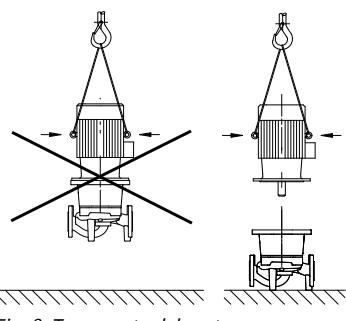

Fig. 8: Transporte del motor
- Las argollas de transporte del motor sirven solo para el transporte del motor, no para el transporte de toda la bomba (fig. 8).